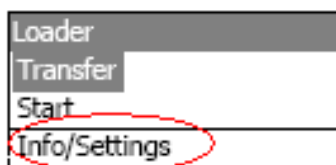

图 1.2.1
1. 面板上电后，进入 LINUX 操作系统，弹出菜单，选择 “ Info/Settings ” 选项，如图 1.2.1 所示。